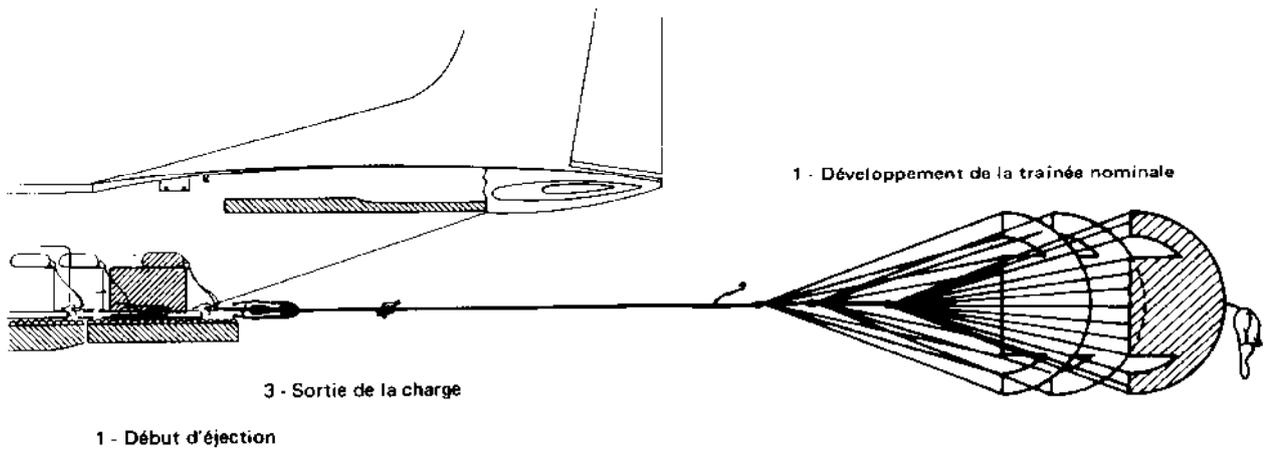

Fig. 2.10 - Fonctionnement- Sortie de la charge en largage classique
1. La traînée du parachute éjecteur atteint sa valeur nominale qui s'applique à la charge (fig. 2.10).